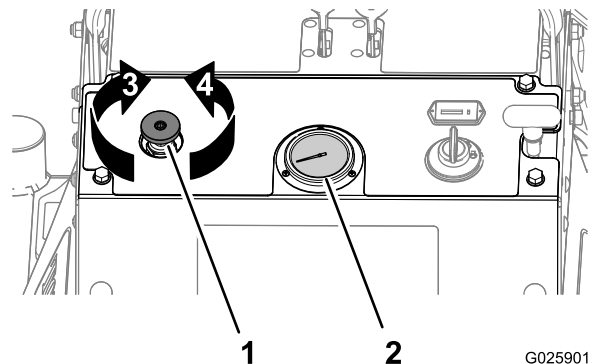

Figure 19
Remarque: Première utilisation : réglez la commande de pression des louchets afin que le manomètre des louchets (Figure 19) indique 24 bar (350 psi).
- Tournez la commande de pression des louchets **dans le sens antihoraire** (Figure 19) pour augmenter la pression vers le bas afin de retirer une carotte **plus courte**.
- Tournez la commande de pression des louchets **dans le sens horaire** (Figure 19) pour réduire la pression vers le bas afin de retirer une carotte **plus longue**.